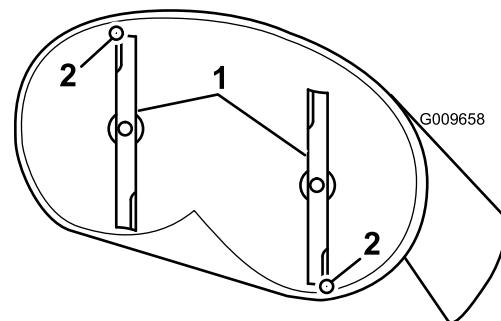

Figure 56
4. Faites pivoter les lames avec précaution pour faire passer les pointes avant à l'arrière (Figure 56).
5. Mesurez la distance entre la pointe de la lame avant et la pointe de la lame arrière par rapport à la surface plane (Figure 56). Si la pointe avant de la lame n'est pas de 1,6 à 7,9 mm plus basse que la pointe arrière, réglez le contre-écrou avant.